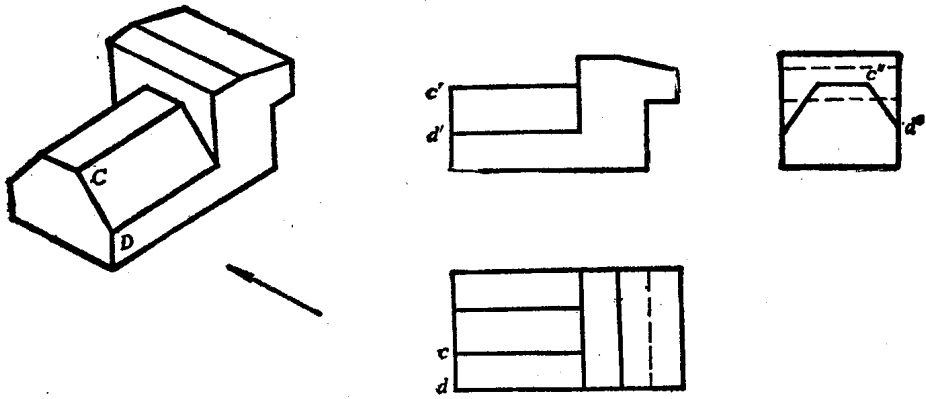

图1-18 直线的投影特性 (二)
2. 直线与投影面平行——真实性 如图1-18所示，物体上的轮廓线 CD 倾斜于 V 面、 H 面，但平行于 W 面，它在左视图上的投影 $c''d''$ 与 CD 线等长。这种直线投影反映实长的性质称为直线的真实性。